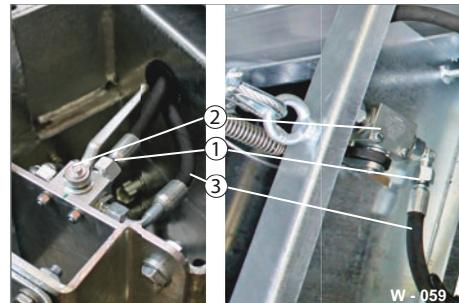

Abb. 23 Anschlüsse prüfen / warten
- ▶ Prüfen Sie sämtliche Anschlussstellen (Abb. 23/1) der Hydraulik auf Dichtigkeit (Ölverlust) und festen Sitz.
- ▶ Ersetzen Sie defekte Hydraulikkomponente z.B. Verteiler / Ventile (Abb. 23/2) umgehend.
- ▶ Prüfen Sie die Schläuche (Abb. 23/3) auf Rissbildungen / Verformungen.